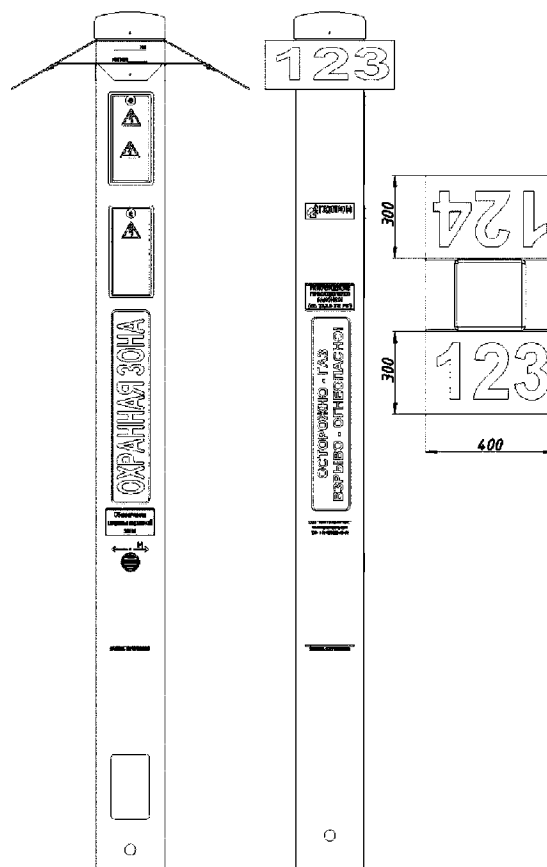

Рисунок 5
1.3.9.5 При установке на КИП километрового знака на его информационные поля наносится следующая маркировка: с одной стороны знака наносится предыдущий километр трассы, а с другой – последующий (рисунок 5).